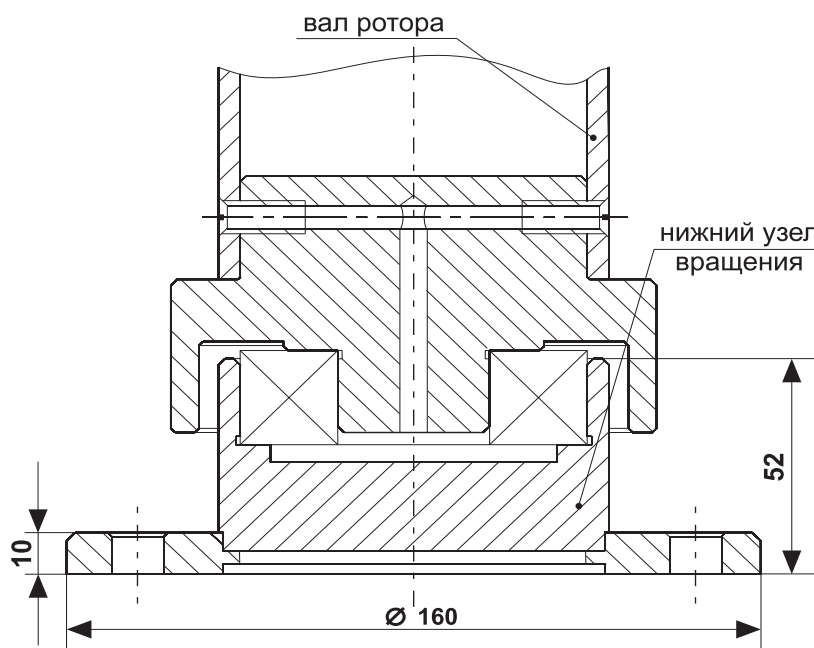

Рис. 12. Установка вала ротора и нижнего узла вращения
- установите нижний узел вращения (22) в рабочее положение на установочной поверхности (см. рис. 12);
- установите в рабочее положение вал ротора (15) (ряд болтов крепления планок преграждающих должен быть сориентирован на опорную стойку), сначала установив его в нижний узел вращения (см. рис. 12), а затем состыковав с выходным валом привода механизма исполнительного двумя полумуфтами (замки на балке несущей закрыть). Проверьте вертикальность вала ротора с помощью отвеса или уровня, добейтесь вертикальности вала ротора смещением нижнего узла вращения;
- произведите разметку отверстий крепления нижнего узла вращения (22);